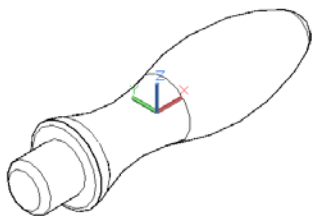

图 10-97 UCS 坐标和手柄的消隐图
(3) 消隐(H): 显示用三维线框表示的对象并隐藏表示后向面的直线。如图 10-97 所示为 UCS 坐标和手柄的消隐图。